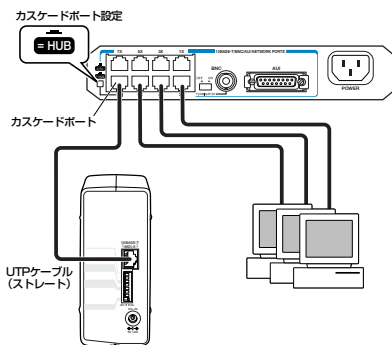

図 16 カスケードポートに接続する場合
**15** WR11C4-L の 10BASE-T ポートをハブやスイッチに接続する場合は、ストレートタイプの UTP ケーブルを使用し、ハブのカスケードポート (MDI) に接続してください (図 16)。
カスケードポートが切替スイッチを持っている場合、切替スイッチを「= HUB」「ToHUB」や「MDI」に設定してください (図 16)。